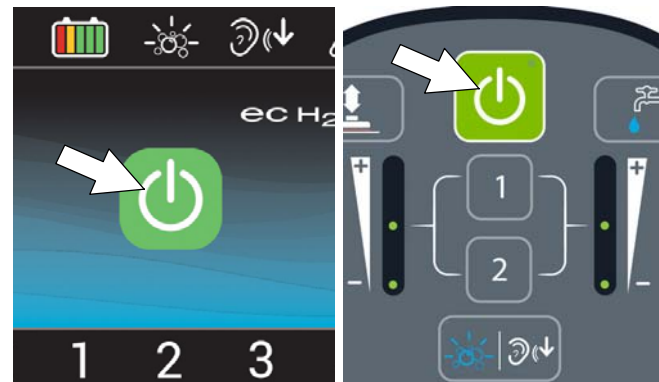

ABB. 75
5. Drücken Sie den 1-STEP-Schalter, um die Schrubbfunktion zu aktivieren (Abbildung 75). Der Schrubbkopf auf den Boden abgesenkt.